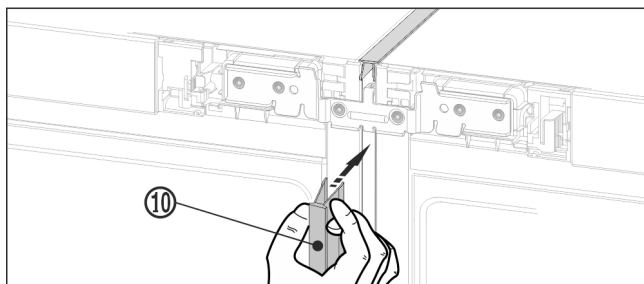

Fig. 22
- ▶ Në pjesën e përparme, ngjishni shiritin mbulues Fig. 22 (10) të gjatë në hapësirën vertikale. Këtu bëni kujdes që shiriti të qëndrojë në llamarinën e bashkimit.